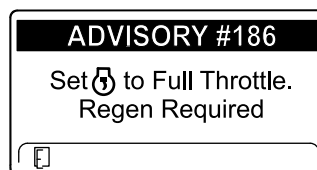

Bild 69
**Hinweis:** Wenn die Auspufftemperatur zu niedrig ist, wird im InfoCenter ADVISORY#186 (Bild 69) angezeigt, um Sie zu informieren, dass Sie den Motor auf Vollgas (hoher Leerlauf) eingestellt haben.